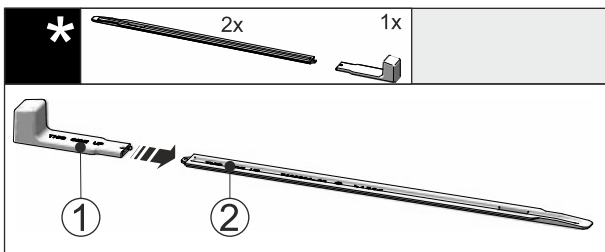

Fig. 42
- Sæt monteringsgrebet Fig. 42 (1) på nivelleringskinnen Fig. 42 (2).